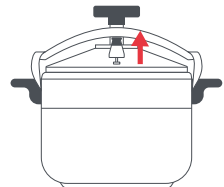

Fig. 11
Para utilizar este método, retire a panela de pressão da fonte de calor e deixe que a pressão diminua naturalmente. Dependendo da quantidade de comida e líquido, pode demorar entre 10 e 15 minutos. Depois da panela arrefecer, remova a válvula rotativa (22) para libertar a pressão (Fig. 11). Se ainda permanecer alguma pressão dentro da panela, será libertada pelo ponto de exaustão (23).
Quando a pressão baixar, remova a válvula rotativa (22) (Fig. 11) e aguarde que o vapor se dissipe completamente. Este método é utilizado quando é necessário libertar pressão o mais rapidamente possível, principalmente na preparação de vegetais, mariscos ou outros alimentos delicados que facilmente cozinham demasiado.